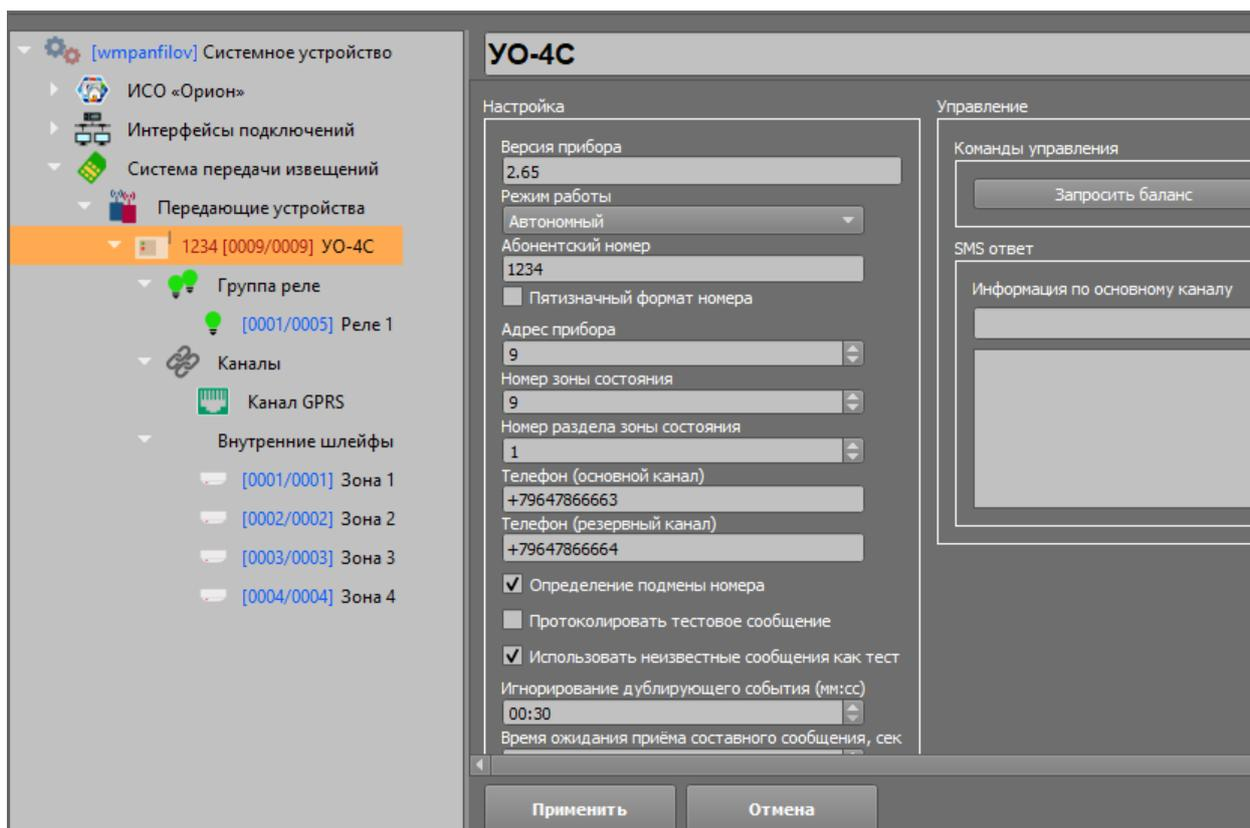

Рисунок 4.21. Пример настройки работы УО-4С в автономном режиме
2. оставьте нумерацию Contact ID номера этим зонам – без изменений (0);
3. в настройках прибора в списке «Режим работы» установите режим «Автономный», параметры «Номер зоны состояния» и «Номер раздела зоны состояния» оставьте без изменений (0) (Рисунок 4.21). Примените изменения;